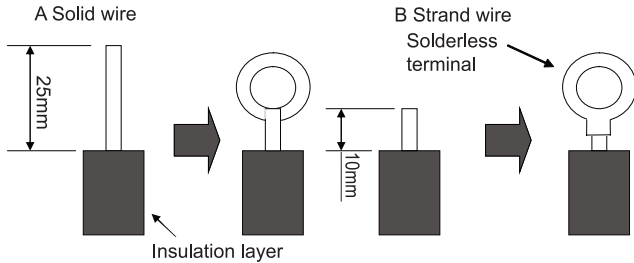

Fig.39
#### (1). For solid core wiring (Fig.39)
#### (2). For strand wiring (Fig.39)